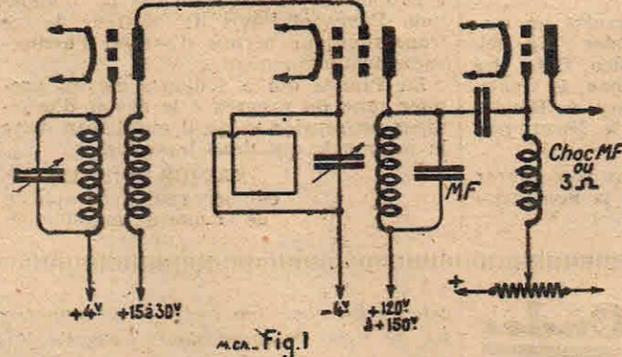
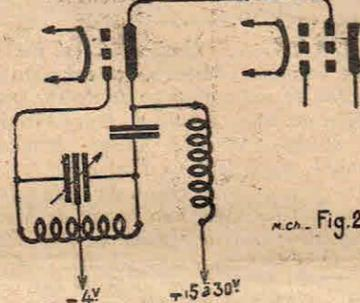

Fig. 1
Fig. 2
Le schéma que j'ai publié il y a déjà pas mal de temps, est celui de la fig. 1. Il comporte une lampe hétérodyne indépendante et une lampe à écran dont l'écran est relié à la plaque de la lampe hétérodyne.
peut être amélioré nettement par l'emploi d'un circuit accordé à faible résistance ohmique, c'est-à-dire par l'emploi d'une forte impédance dans le circuit-plaque de la lampe à écran (fig. 1).
Bien entendu, à la place du montage à circuit grille et plaque séparés, on peut employer le montage Hartley, et on arrive alors au schéma de la figure 2 qui donne des résultats équivalents.
J'ai cherché à améliorer ce montage, et je préconise aujourd'hui la solution suivante : l'écran de la lampe à écran est porté au potentiel voulu à travers une self de choc. D'autre part le potentiel de l'écran est indépendant du potentiel des électrodes de la lampe hétérodyne, les circuits étant séparés au point de vue potentiel continu par un condensateur fixe qui laisse passer uniquement le potentiel alternatif. Dans ce cas, il devient inutile d'utiliser la plaque comme électrode modulatrice, et il est même préférable d'utiliser la grille ; on arrive ainsi au schéma de la fig. 2 qui est celui que je considère aujourd'hui comme étant préférable au schéma de la fig. 1. Dans ce cas, la tension de la lampe hétérodyne est beaucoup moins critique ; elle peut varier dans de grandes proportions, par exemple de vingt à quatre-vingts volts.
On sait que, dans un étage d'amplification, comprenant la lampe et l'organe qui la suit, le maximum de rendement sera toujours obtenu lorsque le circuit de charge — donc, dans le cas actuel, le primaire du transfo BF — aura une impédance apparente égale à celle de la lampe (fig. 1).
s. Fig. 1
Considérons la fig. 1. Le primaire du transfo est parcouru par le courant modulé basse fréquence, mais aussi par le courant haute tension. Or ce courant HT, selon sa valeur, peut modifier considérablement l'impédance réelle du circuit, ce qui explique le bon rendement sous 80 volts : impédance appropriée à celle de la lampe, et mauvais sous tension plus élevée : grande disproportion par suite de la modification de l'impédance L, et ceci d'autant plus que le courant plaque est plus important.
s. Fig. 2